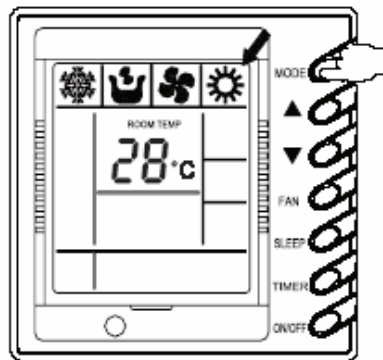

Fig. 22
1.6 Ajustes de modos de funcionamiento (Fig.22)